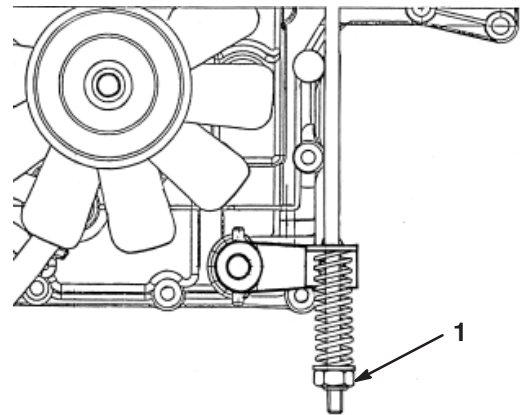

Figure 20
Le frein se trouve du côté droit de l'essieu arrière, à l'intérieur du pneu arrière (Fig. 20).
3. Tournez l'écrou de réglage dans le sens horaire jusqu'à ce qu'il soit impossible de pousser la machine (Fig. 20).